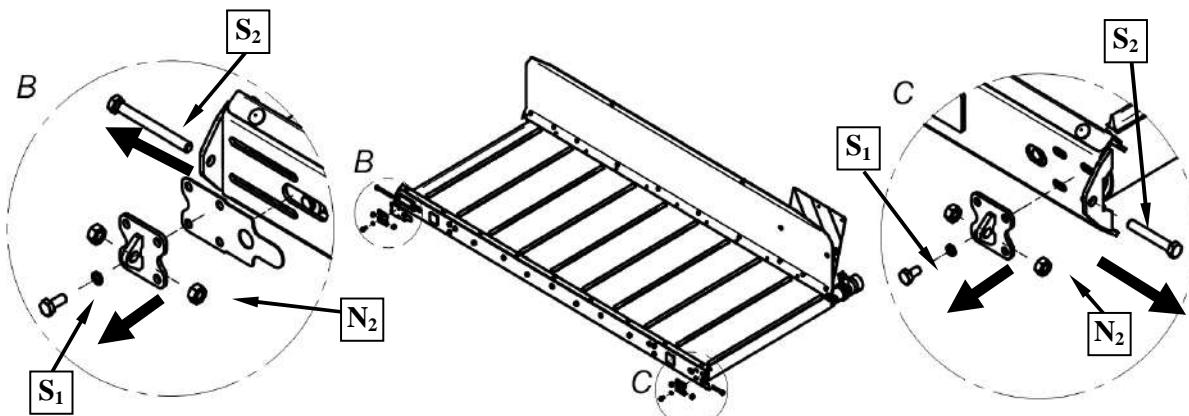

Рис. 43.
2. Открутить болты M10 – S₁, гайки M12 – N₂ регулировочные винты M12 – S₂ передних натяжных устройств (Рис. 43).